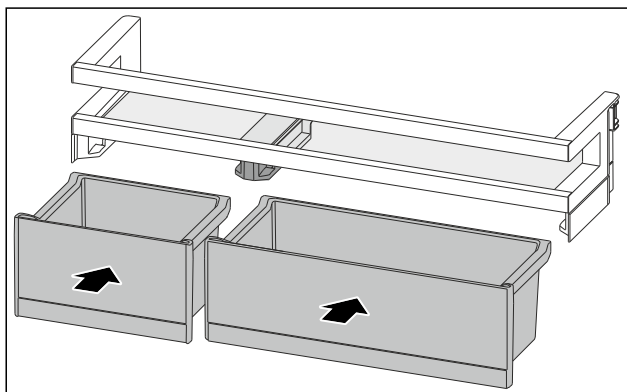

Fig. 165
- ▶ VarioBoxen in getauschter Anordnung einsetzen. (siehe Fig. 165)